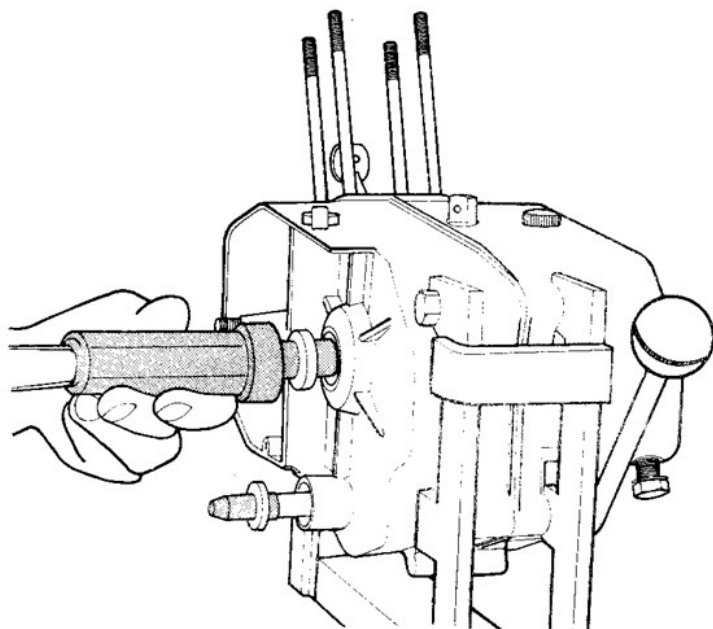

FIG. 45 Montaggio paraoli
- 9) MONTARE i paraoli preferibilmente nuovi, usando le apposite buste di guida e relativo tampone (fig. 45).